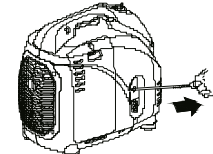

Рис. 18
- е)** Медленно потяните за ручку стартера до появления сопротивления. Верните ручку в исходное положение и затем, прочно зафиксировав генератор, быстро и сильно потяните за ручку. При первом запуске проделать эту процедуру несколько раз, чтобы топливо попало в карбюратор (модели 2000i, 2700i, 3000i(iL) (Рис. 18).